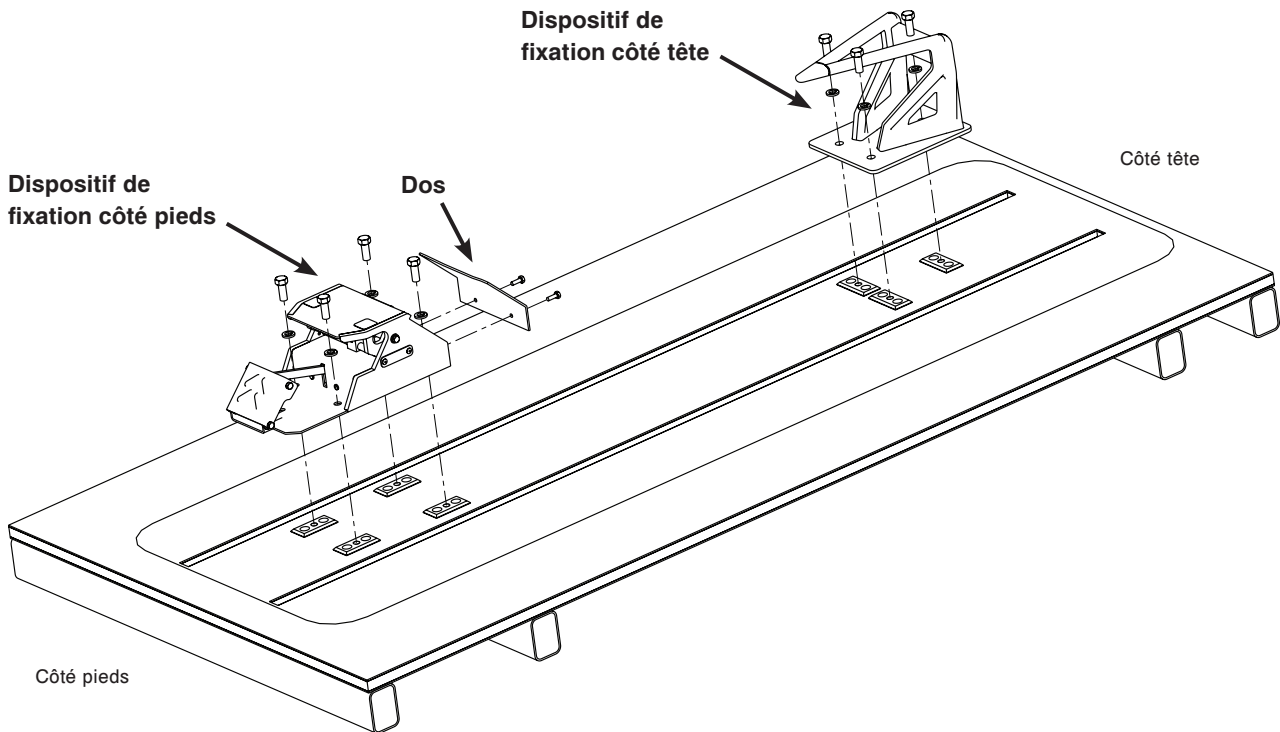

Figure 4 – Dispositif de fixation côté tête et côté pieds – installation de la plaque de plancher
1. Retirer le dos du dispositif de fixation côté pieds. Monter le dispositif de fixation côté pieds sur les quatre plaques de plancher et le fixer au moyen des vis à tête hexagonale de 1/2 po-13 et des rondelles d'arrêt, comme le montre la Figure 4. Réinstaller et fixer le dos sur le dispositif de fixation côté pieds.
2. Monter le dispositif de fixation côté tête sur les trois plaques de plancher et le fixer au moyen de trois vis à tête hexagonale de 1/2 po-13 et des rondelles d'arrêt, comme le montre la Figure 4.